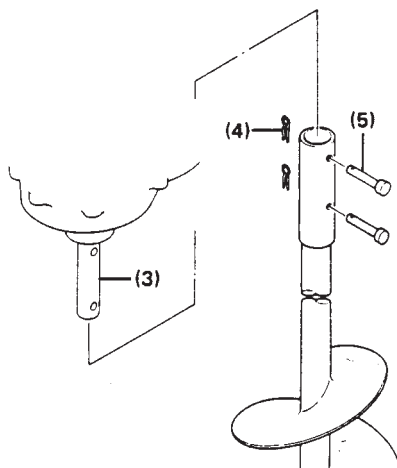

Abb. 2
- 3) Zur Montage des Bohrers das Gerät auf dem Boden ablegen. Den Bohrer so auf die Motorwelle aufschieben, daß seine Befestigungsbohrungen mit denen an der Welle fluchten. Nun die beiden mitgelieferten Arretierstifte einschieben und durch Einsetzen von Splints mit einer Zange sichern (Abb. 2).